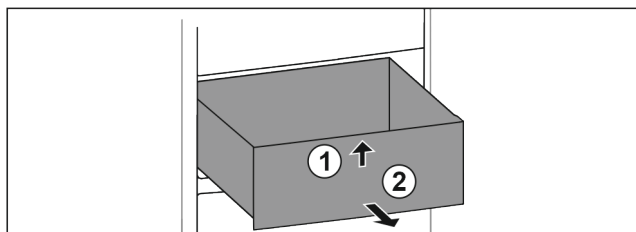

Fig. 21
- ▶ Predal spredaj dvignite. Fig. 21 (1)
- ▶ Predal vzemite ven v smeri naprej. Fig. 21 (2)